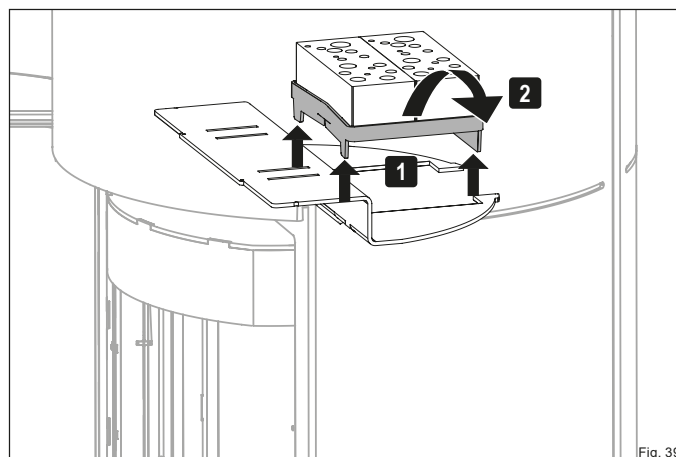

Fig. 39
- Faites glisser le support du catalyseur vers le haut et faites-le pivoter pour le faire passer dans l'ouverture (Fig. 39).